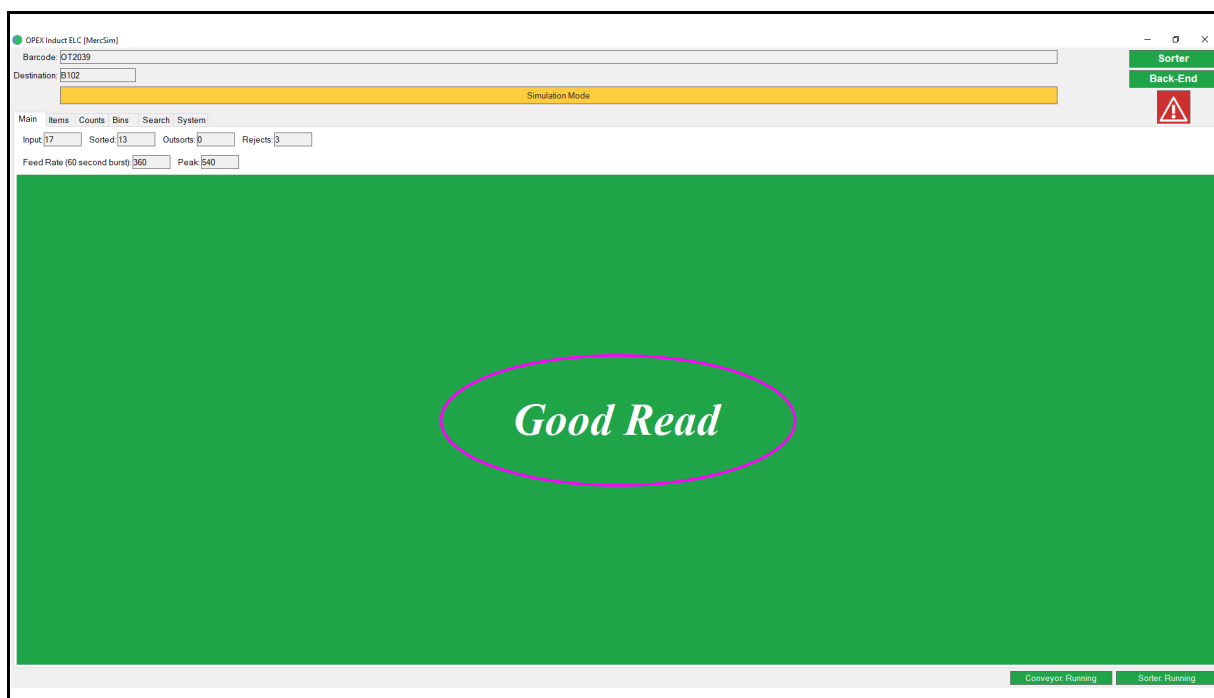

Figure 1-31: ELC de Introdução OPEX - Leitura Boa
3. Cada item é lido quanto ao código de barras. Se a leitura do código de barras foi realizada com sucesso, "Leitura Boa" será exibido (consulte Figure 1-31).